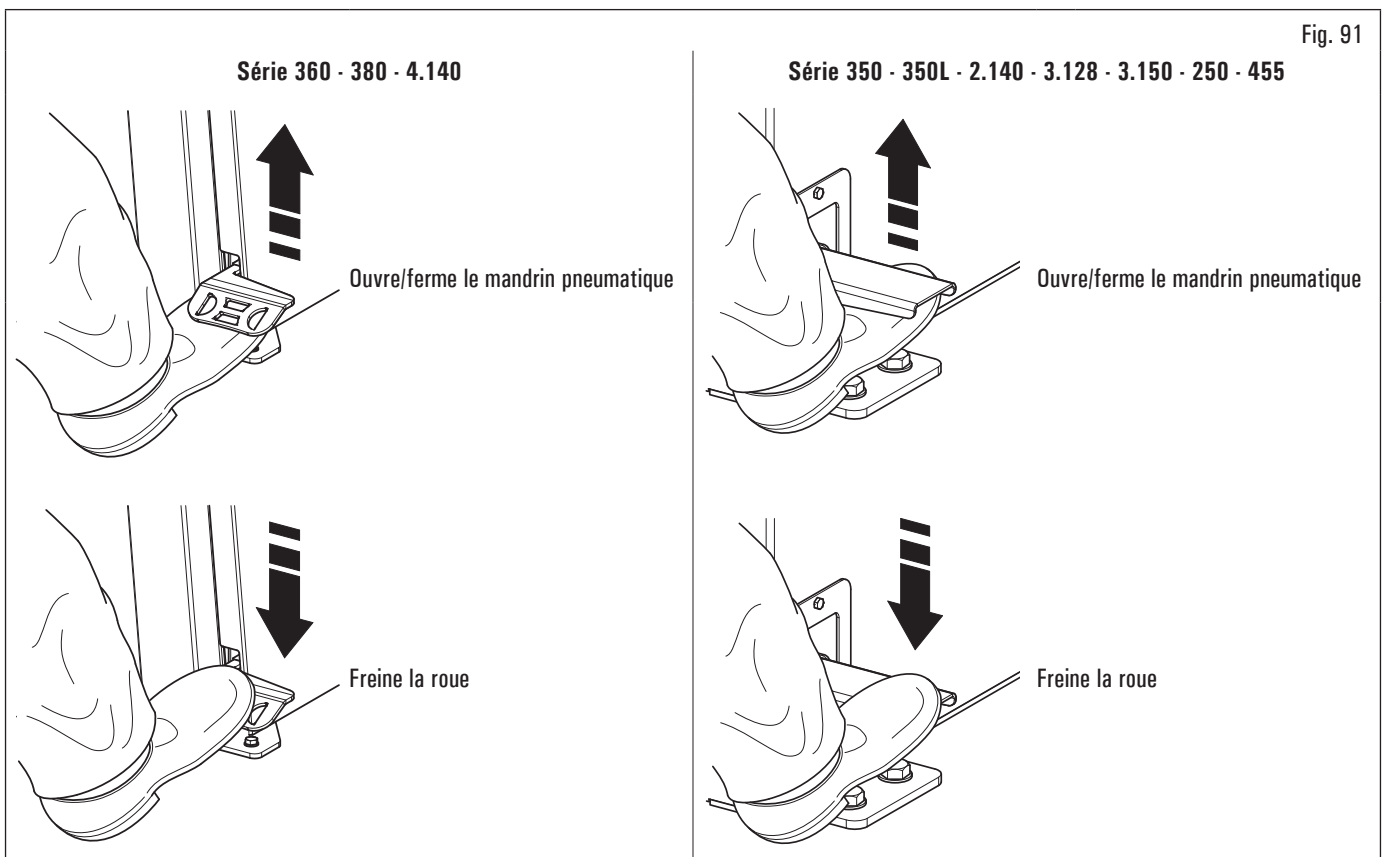

Fig. 91
1. Si le mandrin pneumatique est fermé, ouvrez-le en soulevant la pédale, voir Fig. 91 ;